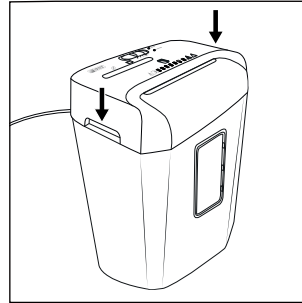

Fig. 2
- ◆ Prindeți accesoriul de tăiere **6** de cele două adâncituri integrate **8** și așezați-l pe recipientul colector mare **12** astfel încât cablul de alimentare **1** să fie îndreptat spre înapoi și fereastra de control **11** a recipientului colector mare **12** spre înainte (a se vedea Fig. 2).